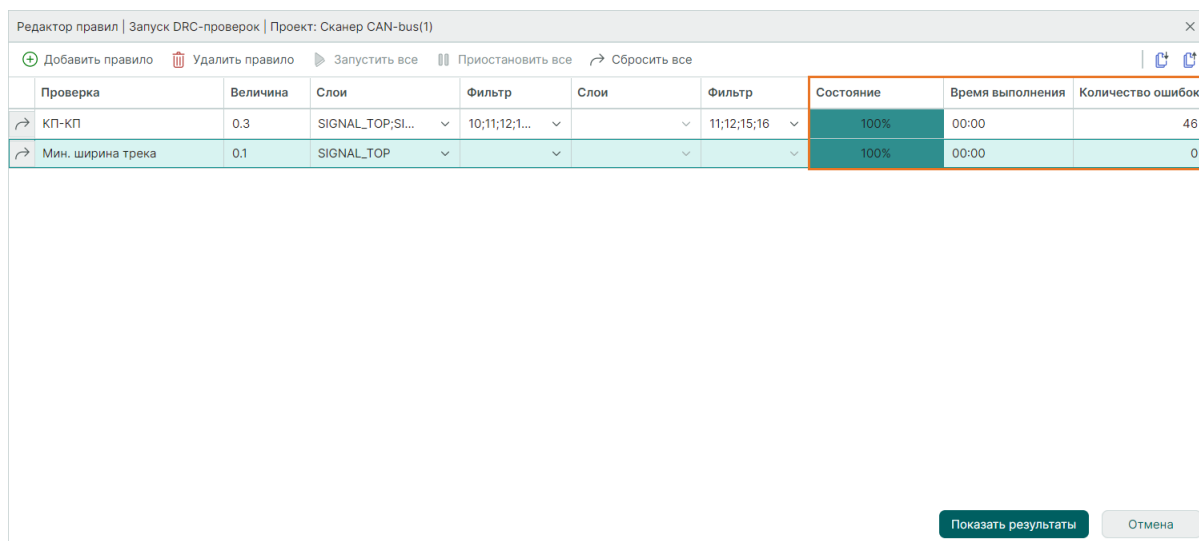

Рис. 649 Информация о состоянии проверки
5. После выполнения проверки отобразится информация о состоянии, времени выполнения и количестве ошибок, см. Рис. 649.